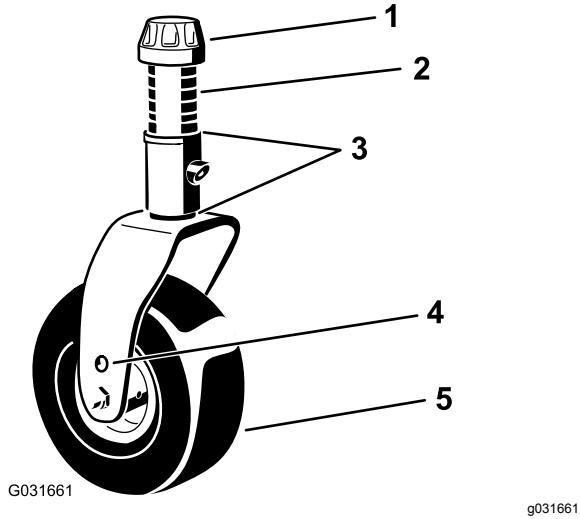
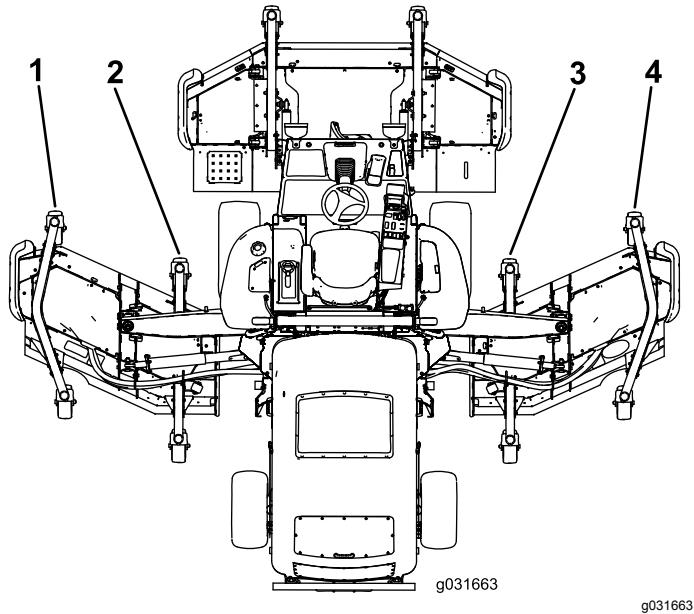

Figura 26
Figura 27
- Se il bordo interno del piatto di taglio laterale è troppo alto rispetto al bordo esterno del piatto di taglio anteriore, togliete uno spessore dalla base del braccio della ruota orientabile anteriore interna del piatto di taglio laterale (Figura 26 e Figura 27).
- 6. Se il bordo interno è ancora troppo alto, togliete un altro spessore dalla base del braccio della ruota orientabile anteriore interna del piatto di taglio laterale e uno spessore dal braccio della ruota orientabile anteriore esterna del piatto di taglio laterale (Figura 26 e Figura 27).
7. Se il bordo interno del piatto di taglio laterale è troppo basso rispetto al bordo esterno del piatto di taglio anteriore, aggiungete uno spessore ($\frac{1}{8}$ ") alla base del braccio della ruota orientabile anteriore interna del piatto di taglio laterale (Figura 26 e Figura 27).